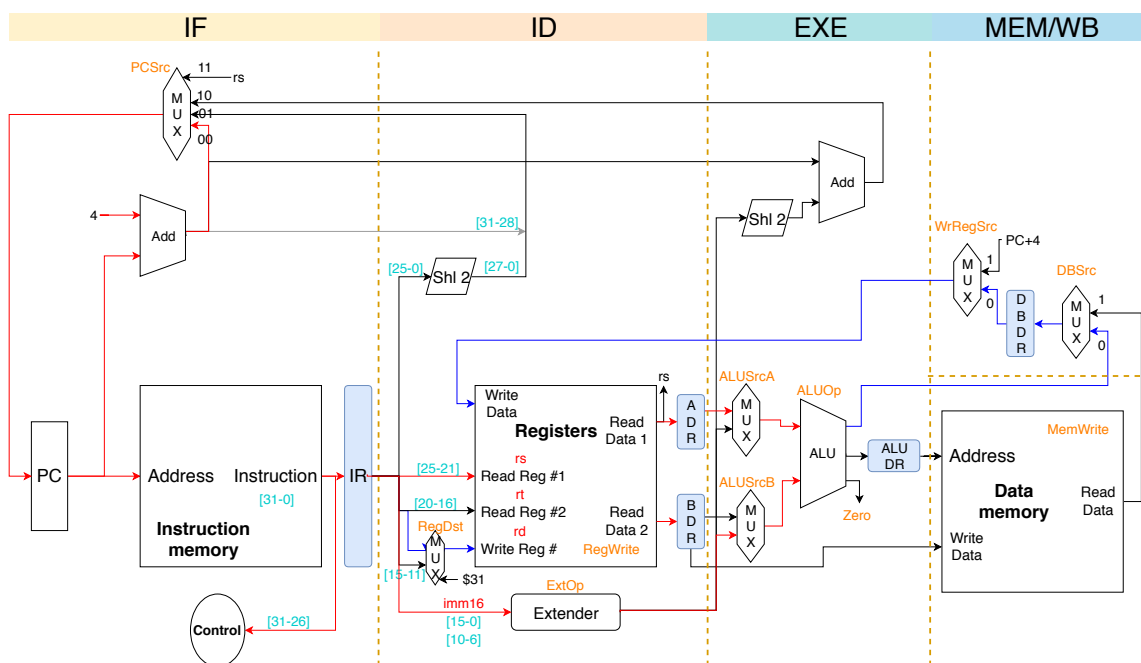

图 5: Addiu/andi/ori/xori/slti通路
2. `addiu/andi/ori/xori/slti`指令均为I类型，数据通路相同，同样是ALU操作码不同。见图5，执行阶段从指令中读入`rs`、`rt`寄存器的地址，但`rt`是作为写入寄存器(`RegDst=0`)；指令低16位进行扩充，将`rs`的内容和立即数送入ALU运算，最后写回`rt`寄存器。注意`addiu/slti`进行符号扩展，`andi/ori`进行零扩展。